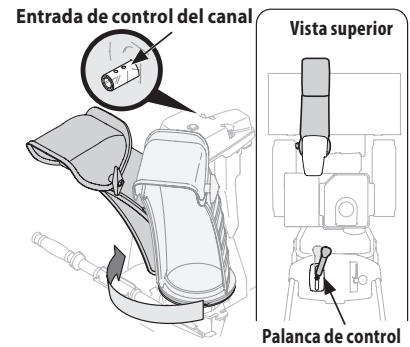

Figura 2-30
4. Apriete el disparador de la palanca de control y gire el canal manualmente para que mire hacia adelante. Los orificios en la entrada del control del canal estarán mirando hacia arriba. Consulte Figura 2-30.